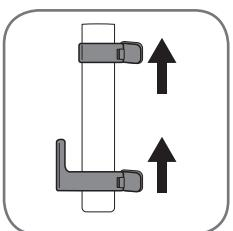

fig. 5
5. Déployez le mât jusqu'à sa hauteur maximale en le glissant vers le haut (fig 5) puis verrouillez les 2 clips (fig 6). Assurez vous que les 3 segments du mât soient totalement déployés.